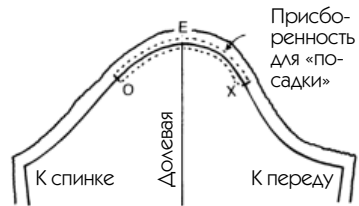

Рис. 347
1. Если на вашем лекале точно не указана нужная длина оката от одной точки до другой, то обозначьте две точки — каждую на расстоянии 8—10 см от линии долевой нити, которая обычно указывает на линию плеча (точки X и O рис. 347).
— Нарисуйте хорошо заметный крестик, который будет обозначать направление «к переду» на каждом рукаве (например, как точка X на рис. 347).
Для подготовки сборок взгляните на рис. 347, если нужно добиться минимального объема. Однако если объем должен быть значительным, то двух нитей будет недостаточно. В таком случае перейдите к разделу «Сборки».